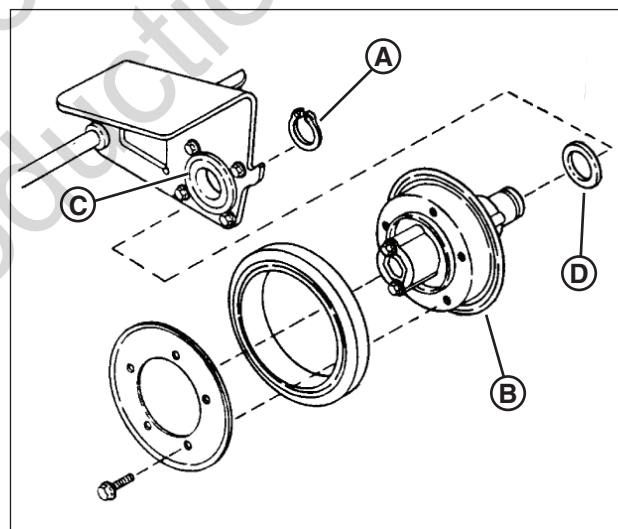

Figure 32: Remplacement du roulement du disque entraîné
2. Retirez l'anneau de retenue (**A**, **Figure 32**) qui fixent le moyeu du disque entraîné (**B**) au plateau de pression.